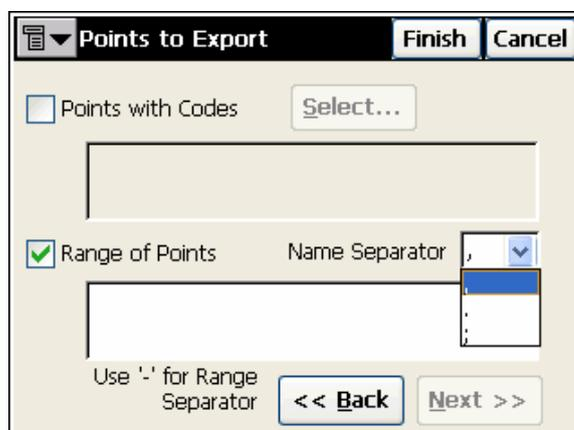

Рисунок 5-16. Точки на экспорт
- Если в выпадающем меню *Points (Точки)* был выбран способ сортировки точек *By Range and Code (По дальности и Коду)*, появится окно **Points to Export (Точки на экспорт)**. В этом окне выберите коды и/или диапазон дальностей (в списке точек), из которого все точки следует экспортировать (рис. 5-16 на стр. 5-10). Для того чтобы выбрать необходимые коды, нажмите кнопку **Select (Выбрать)**, в окне **Code (Код)** отметьте коды экспортируемых точек, после чего нажмите кнопку **ОК**. Дальность точек задает ту часть